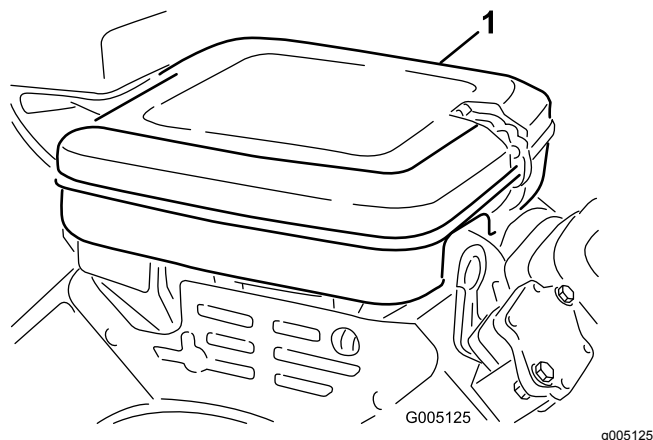

Figure 34
1. Nettoyez le couvercle du filtre à air (Figure 34).